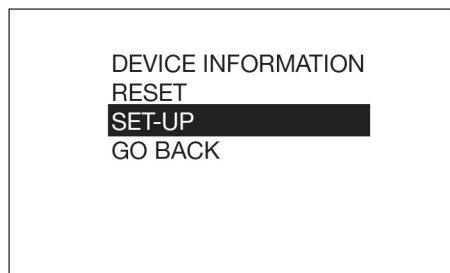

FIG. 13
2. Use el botón de flecha ARRIBA o ABAJO del teclado para resaltar la opción de configuración (SET-UP) (Fig. 13) y pulse el botón INTRO central en el teclado para seleccionar dicha opción.